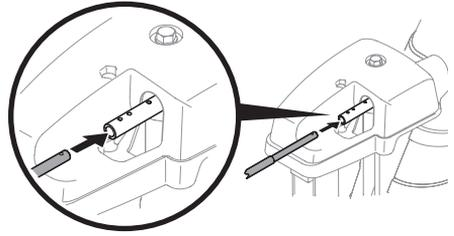

Figure 20
2. Insérez la tige de commande dans la tête de commande de la goulotte. Poussez la tige à fond dans la tête de commande avec les trous de la tige pointés vers le haut. Voir Figure 20.